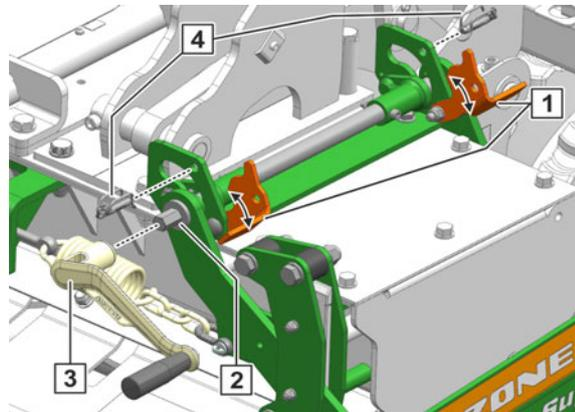

Fig. 151
1. Klapptstecker (Fig. 151/4) demontieren
2. Bedienwerkzeug (Fig. 151/3) an die Einstellwelle (Fig. 151/2) ansetzen.
3. Um die Haltewinkel (Fig. 151/1) zu entlasten, das Bedienwerkzeug im Uhrzeigersinn drehen.